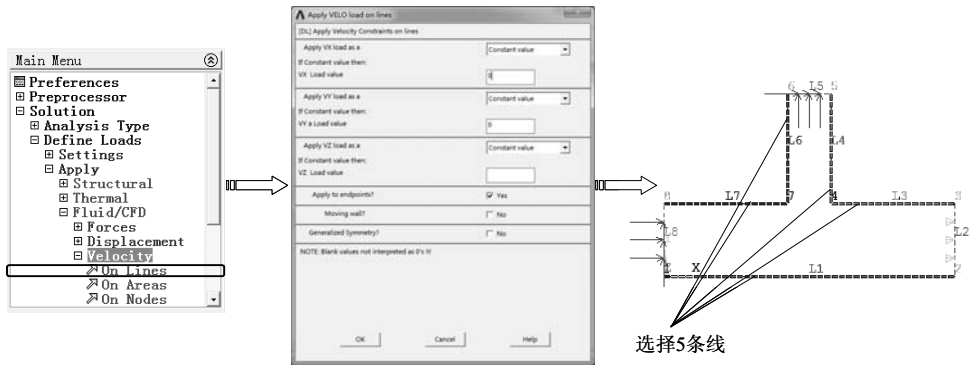

图 10-62 施加无滑移边界条件
5) 选择 “Main Menu>Solution>Define Loads>Apply>Fluid/CFD>Velocity>On Lines” 命令, 弹出实体选取对话框, 选择其余没有施加速度和压力的所有 5 条直线后, 单击“OK”按钮, 弹出“Apply VELO, load on lines”对话框, 在“Apply VX load as a”下的文本框中输入数值 0, 在“Apply VY load as a”下的文本框中输入 0, 单击“OK”按钮完成约束, 如图 10-62 所示。